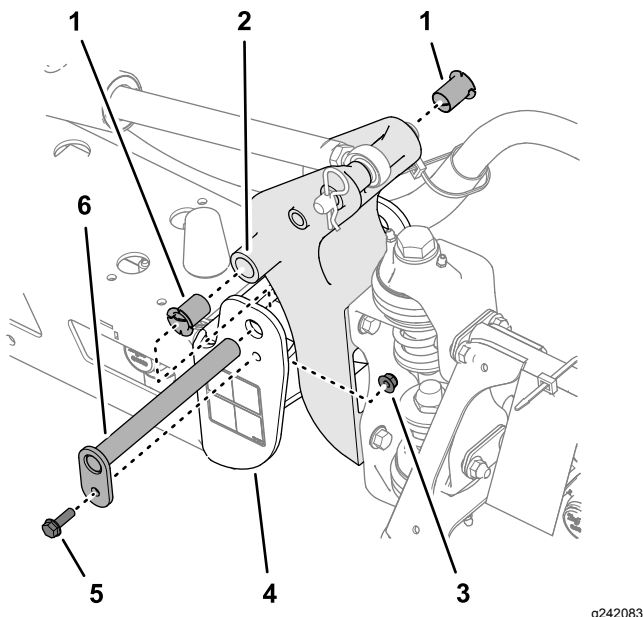

Figure 107
3. Retirez le boulon et l'écrou qui fixent l'axe de pivot puis déposez l'axe (**Figure 107**).
5. Déposez et examinez les bagues en nylon à l'avant et à l'arrière du support de pivot (**Figure 107**).
6. Lubrifiez les bagues en nylon avec un peu d'huile et posez-les dans le support de pivot (**Figure 107**).
7. Alignez les trous du support de pivot et les trous du profilé d'extrémité (**Figure 107**).